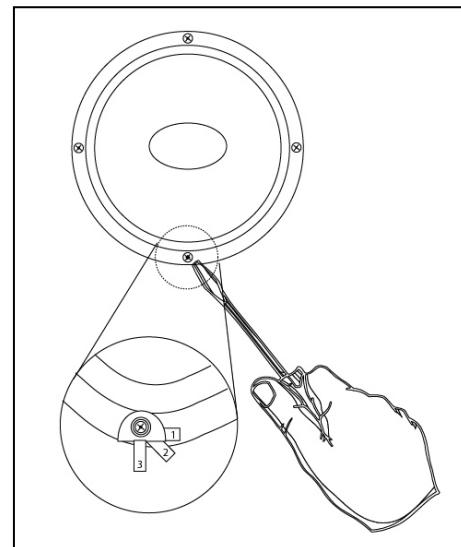

Figura 5
- Utilice una mano para empujar la bocina dentro del recorte (nuevamente, tenga cuidado de **no** presionar sobre el cono del woofer, esto puede causar deformación permanente de la bobina de voz, produciendo por lo tanto un sonido de fricción mecánica, o falla de la bocina) y la otra mano para girar los tornillos que enganchan las lengüetas de instalación (ver la **Figura 5**). Apriete las lengüetas de manera transversal o según un patrón en “X” hasta que queden “ajustadas”. Tenga cuidado de no apretar excesivamente las lengüetas o podría producirse un daño. La bocina debe quedar al ras con respecto a la superficie.